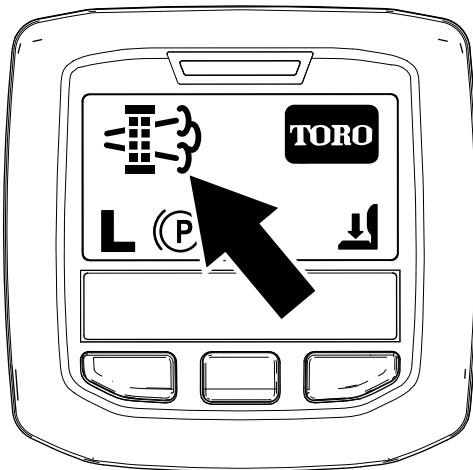

Figura 44
- Cuando la computadora del motor solicita una regeneración estacionaria o de recuperación, aparece el icono de solicitud de regeneración (Figura 44) en el InfoCenter.